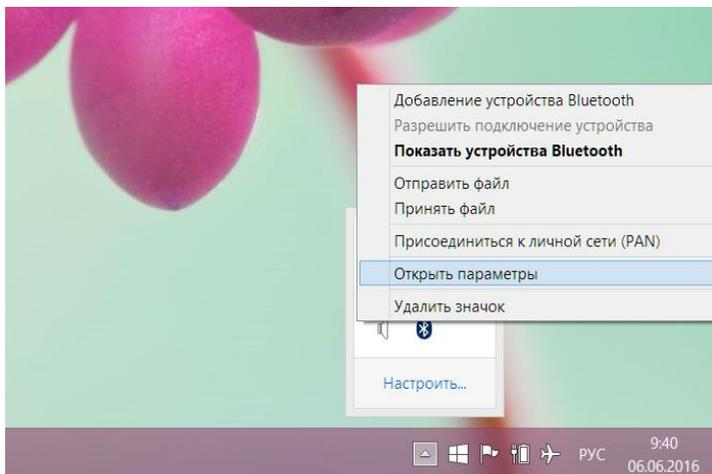

Рисунок 1. Меню Bluetooth в Windows 7-10
- в появившемся контекстном меню выбрать пункт «Открыть параметры» (см. Рис. 1);